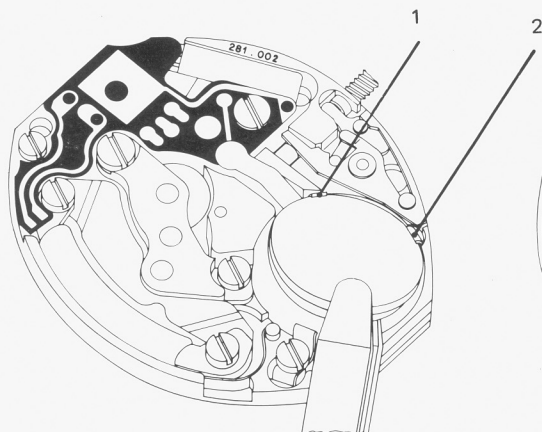

Fig. 1
1. Placer la pile de biais, depuis le côté opposé à la tige de mise à l'heure, sous les deux lames — 1 et 2 — de la bride de masse (4407) Fig. 1.
1. Die Batterie seitwärts schräg unter die beiden Lamellen 1 und 2 der Massensbügel (4407) plazieren Fig. 1
1. Place the battery sideways inclined under the two springs 1 and 2, of the earth connector (4407). See Fig. 1